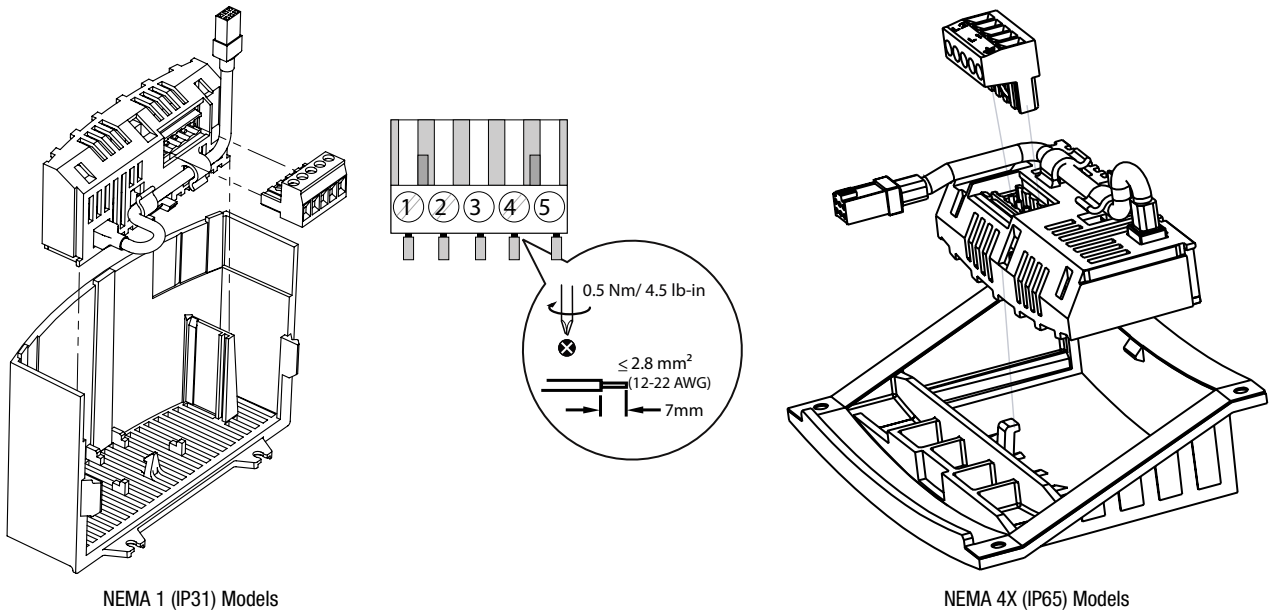

Abbildung 2: Installation des RS-485 Kommunikationsmodul
2. Das RS-485-Optionsmodul in den Klemmenkasten einsetzen und durch "Einklicken" in Position sichern, siehe Abb. 2.